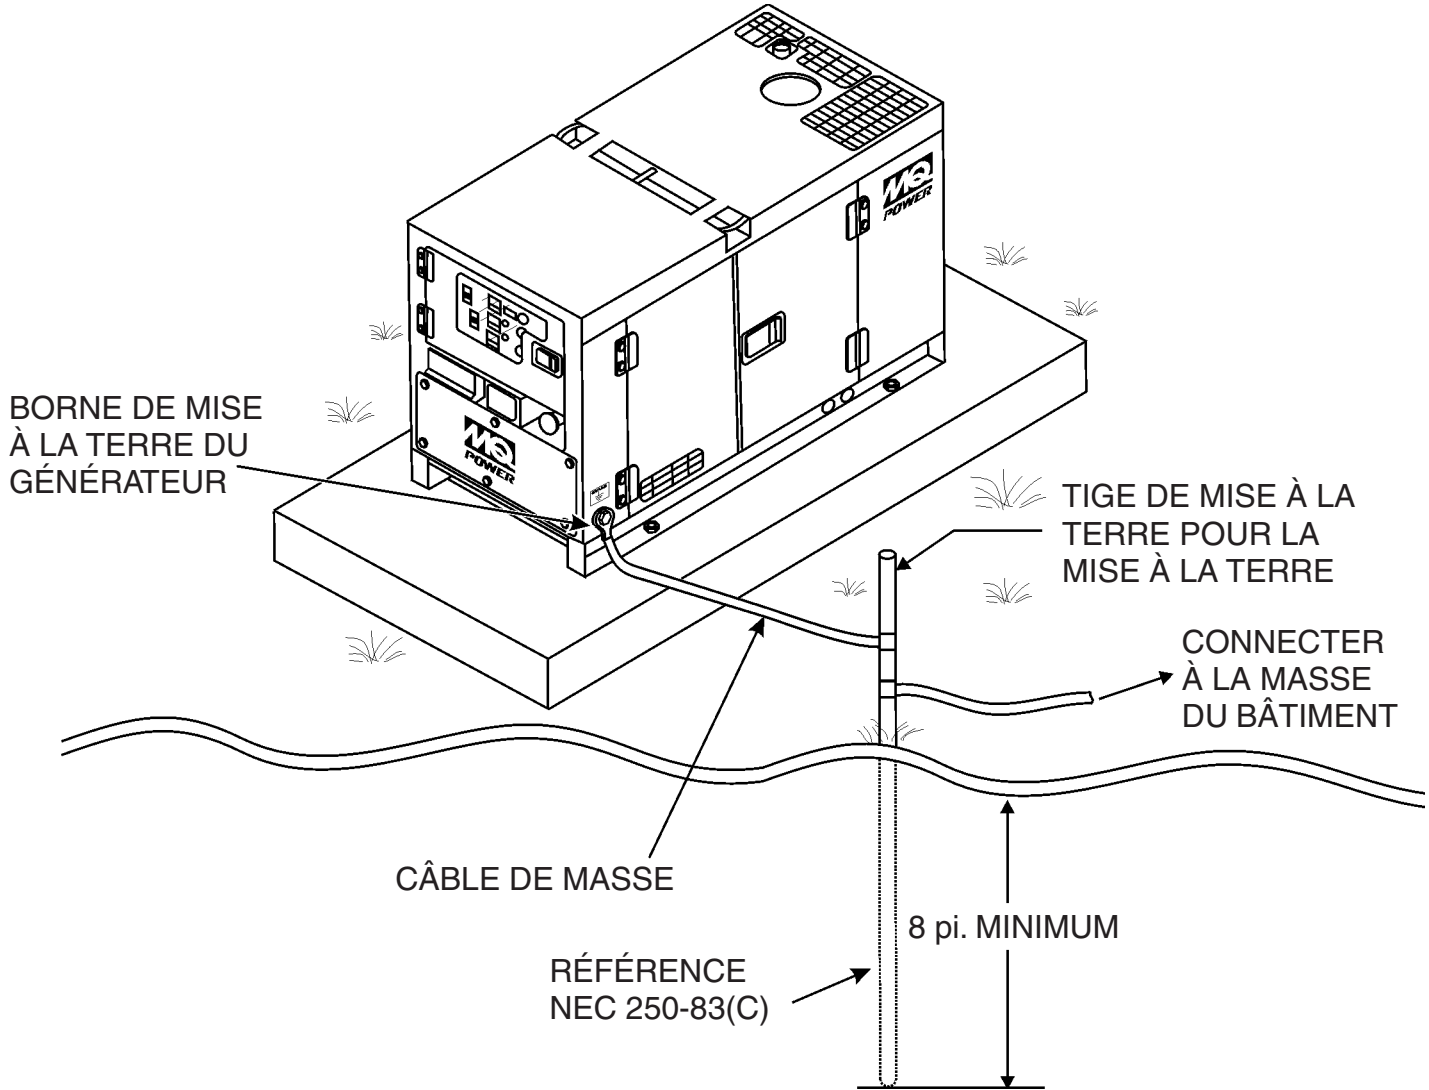

Figure 2. Application de mise à la terre typique du générateur
2. Lors de la mise à la terre du générateur (Figure 2), connecter le câble de masse entre la rondelle frein et l'écrou sur le générateur et bien serrer l'écrou. Brancher l'autre extrémité du câble de masse à la terre.